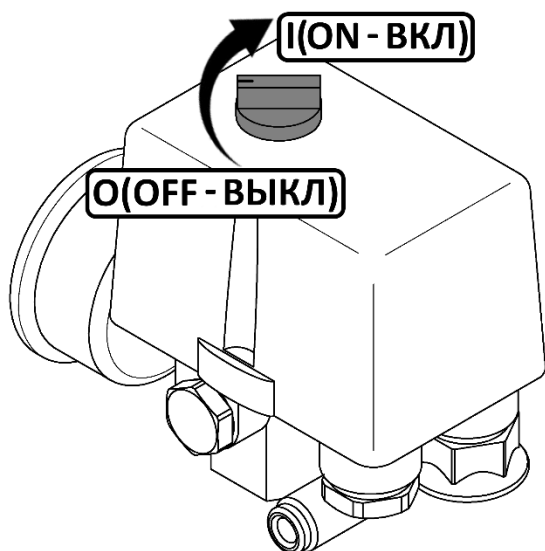

Рисунок 3
- Проверьте, чтобы выключатель на реле давления находился в выключенном положении "O" (рисунок 3).
- Выключить компрессор выключателем **3** на реле давления (рисунки 4-7). Для этого необходимо переключить выключатель в положение "О" (рисунок 3). После этого остановится двигатель и произойдет сброс давления из нагнетательного воздухопровода и поршневого блока.
- Переключите выключатель **3** на реле давления (рисунки 4-7) в положение "О" (рисунок 3).